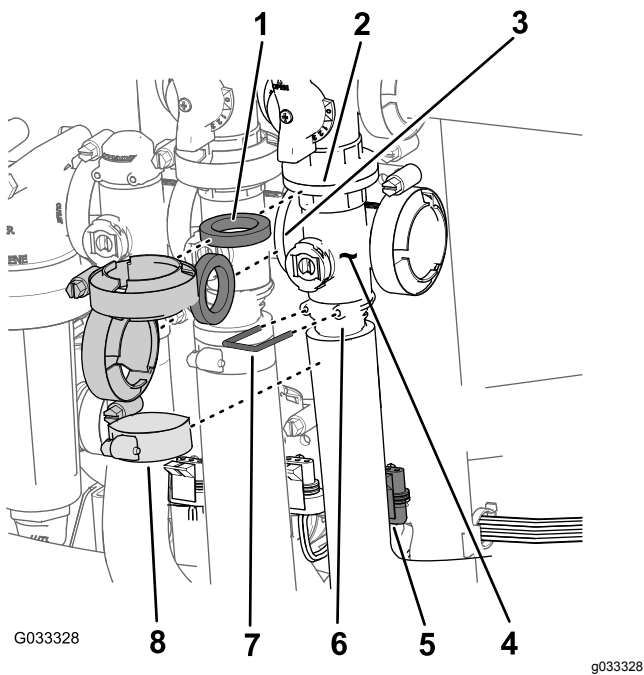

Figura 66
1. Retire as braçadeiras e as juntas que fixam o coletor da válvula mestre (Figura 66) à válvula mestre de derivação, válvula de agitação e válvula do coletor da secção principal (na extremidade do tubo do fluxímetro).
2. Retire o retentor que fixa a união exterior ao coletor da válvula mestre (Figura 66).